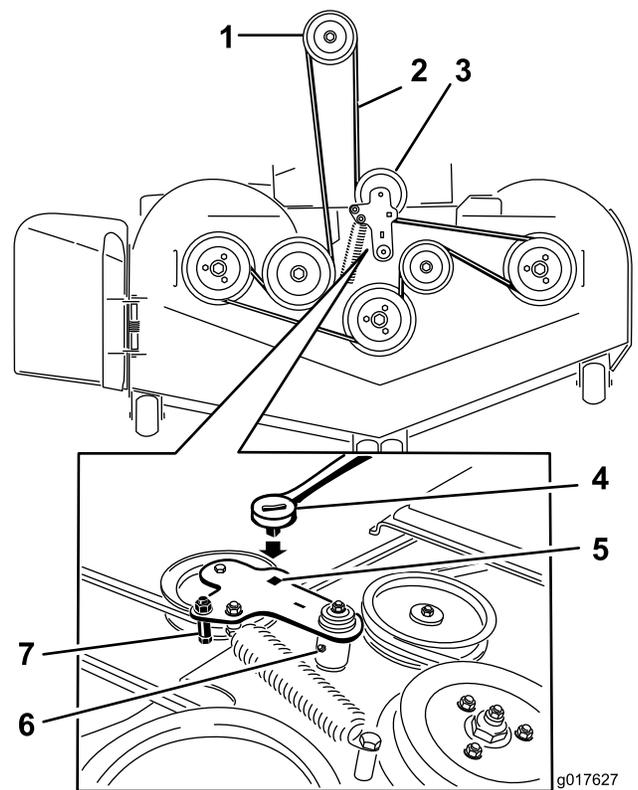

Figure 82
5. Soulevez le bac de plancher et insérez un rochet dans le trou carré de la poulie de tension du tablier (Figure 82).
6. Tournez la poulie de tension dans le sens horaire et déposez la courroie du tablier (Figure 82).